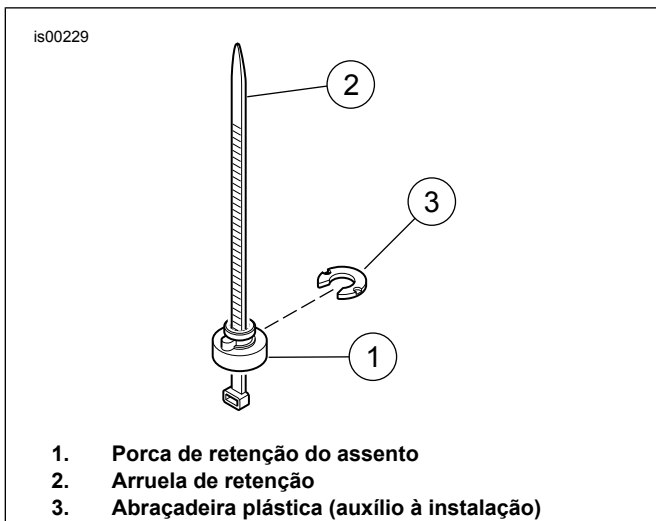

Figura 2. Instalação da porca de retenção
7. Veja a Figura 2. Uma abraçadeira plástica pode ser usada para ajudar na remoção e na reinstalação da porca e da arruela de retenção. Coloque a porca de retenção (1) sobre a abraçadeira plástica (3) para que a extremidade larga da porca permaneça no olhal da abraçadeira. Rosqueie a abraçadeira debaixo do pára-lama e através do furo da extremidade traseira do pára-lama. Puxe a abraçadeira para manter a porca bem apertada contra a parte inferior do pára-lama.
8. Com a nervura da porca de retenção assentada na ranhura do furo do pára-lama, deslize a arruela de retenção (2) no lugar a partir da parte traseira. Isto travará a porca de retenção no lugar. Remova a abraçadeira.